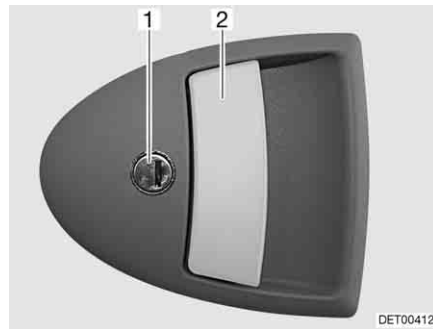

Fig. 30 Serrure de la porte cellule, à l'extérieur
- Insérer la clé dans le barillet (Fig. 30,1) et la tourner jusqu'à ce que la serrure de la porte soit déverrouillée.
- Tirer sur la poignée de la porte (Fig. 30,2). La porte est ouverte.
- Insérer la clé dans le barillet (Fig. 30,1) et la tourner jusqu'à ce que la serrure de la porte soit verrouillée.